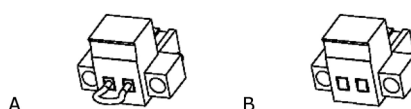

Fig. 17. Connecteur pour l'EPO externe.
- Soit en retirant le connecteur femelle du socle dans lequel il est inséré. Ce connecteur est relié à un câble en guise de pont qui ferme le circuit (voir Fig. 17-A).
- il est inséré. Ce connecteur est relié à un câble en guise de pont qui ferme le circuit (voir Fig. 17-A).
- Soit en activant le bouton externe à l'équipement et appartenant à l'utilisateur et installé entre les terminaux du connecteur (voir Fig. 17-B). La connexion du bouton devra se trouver sur le contact normalement fermé - **NF** - ; il ouvrira donc le circuit s'il est activé.